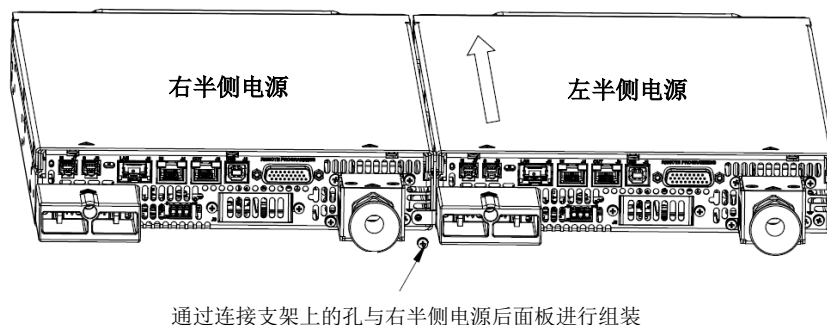

图 4-9: 组装锁定
6. 将之前拧下的接地螺钉（Sems 螺钉 M3X8），通过连接支架上的孔重新安装到后面板上，如图 4-9 所示。